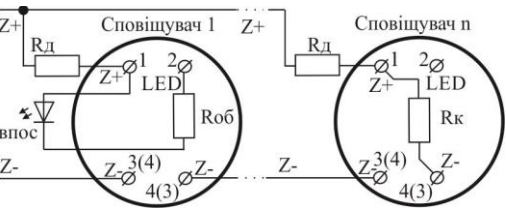

Рисунок 4.2 – Підключення ВПОС або світлодіода
4.5 Якщо за проектом використовують ВПОС з живленням від ШС, то його мінусовий контакт через резистор Rоб з'єднують з гвинтовою клемою з маркуванням «2» (LED), а плюсовий – гвинтовою клемою з маркуванням «1» (Z+) (Рис. 4.2, номінал Rоб залежить від типу ВПОС і його робочого струму, а також чи використовується Rд; сума Rд та Rоб має бути не менше 3 кОм). Рекомендується використовувати ВПОС виробництва ТОВ «Тірас-12», підключивши його через резистор Rоб з опором не менше 3 кОм. Допускається використовувати інший пристрій індикації з малим струмом споживання (приблизно 1 мА). ВПОС дублює основний індикатор в режимах пожежі та несправності.